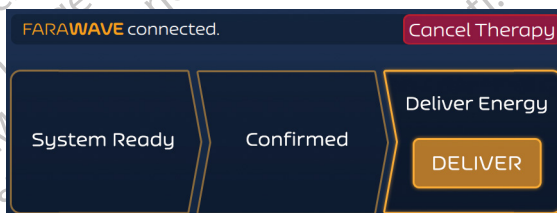

Figura 10. Pantalla de terapia – Modo asíncrono – Listo para administrar
- Si pulsa el botón CONFIRM se activará el botón DELIVER (Administrar), como se muestra en la Figura 10.